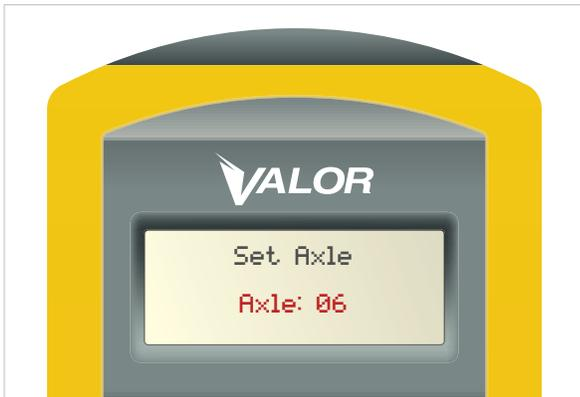

Figure 5
6. Sélectionnez l'option Axle: 06 (essieu 6) : (Figure 5)